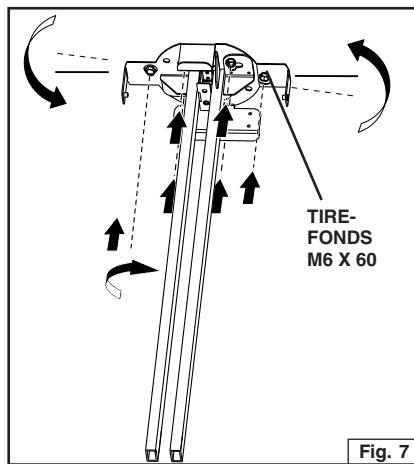

Fig. 7
3. Posez le bras télescopique. Fixez-le avec les (2) tire-fonds M6 x 60 installés - enfilez-les dans les trous de serrure et tournez le bras. Assurez-vous que le bras est perpendiculaire au plafond. Serrez les (2) tire-fonds. Fig. 7.
4. Posez les (4) tire-fonds restants M6 x 60 par bras. Fig. 7.